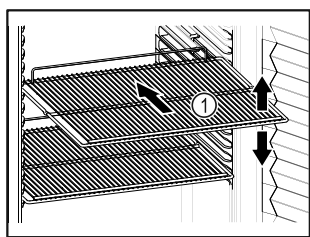

Fig. 30 Beispielhafte Darstellung
- ❑ Wenn Ablageflächen Fig. 30 (1) versetzbar sind, Ablageflächen je nach Höhe anpassen.